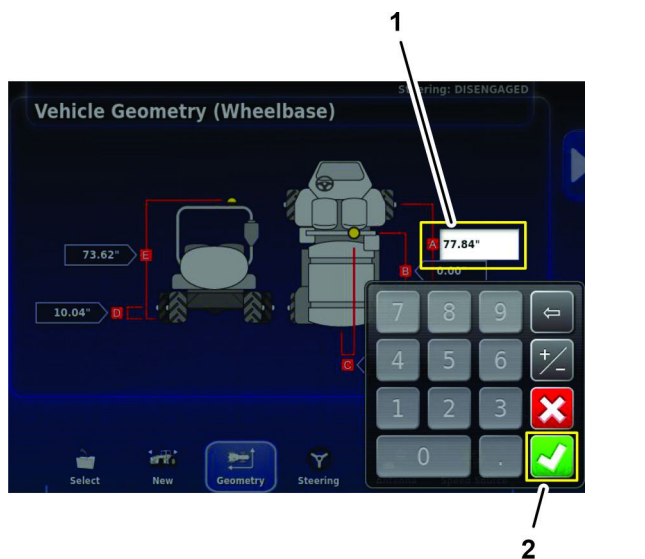

Figura 189
1. Pressione o ícone de distância entre a linha de centro dos eixos dianteiro e traseiro (A), utilize o teclado virtual para inserir a medida anotada no formulário de geometria do veículo no tópico Medir a Geometria do Veículo \(página 85\) e pressione o ícone Confirmar (Figura 189).